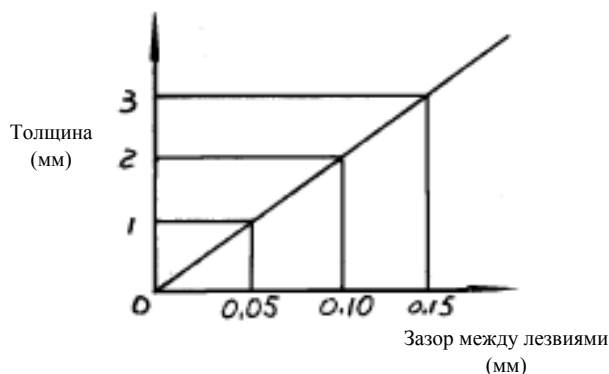

Рис. 3
- 3) Осмотреть зазор между лезвиями, убедиться, что он соответствует требуемой ширине зоны резания (**см. рис. 3**)